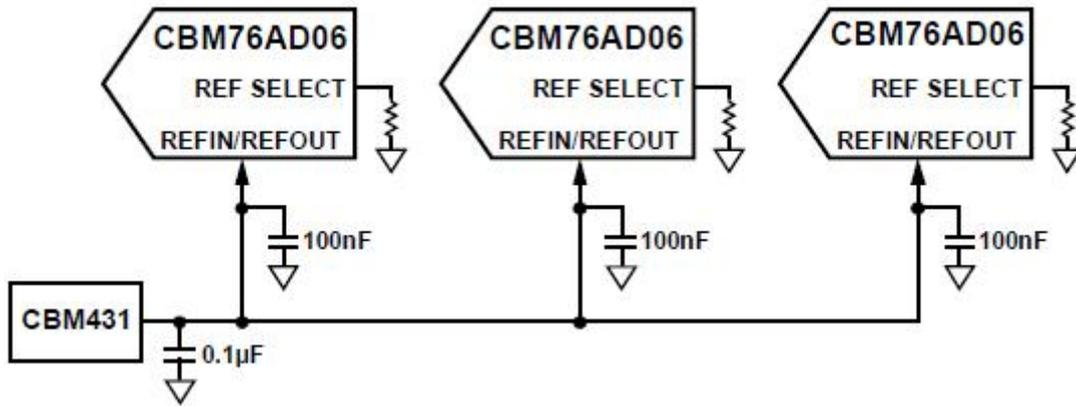

图 22. 单一外部参考驱动多个 CBM76AD06 的 REFIN 引脚
**外部参考模式** 一个 ADR421 外部参考可以用于驱动所有 CBM76AD06 设备的 REFIN/REFOUT 引脚（见图 22）。在这种配置中，每个 CBM76AD06 的 REFIN/REFOUT 引脚应至少用 100nF 去耦电容进行去耦。